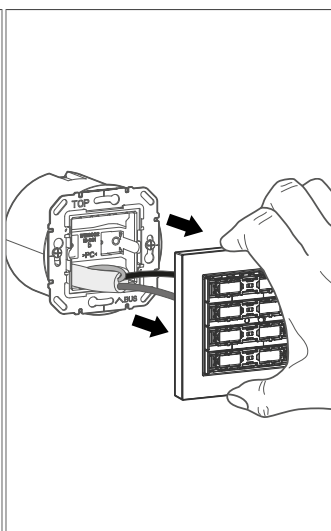

Fig. 21: Rimozione del dispositivo dall'anello di supporto
- 3 Rimuovere il modulo pulsante dall'anello di supporto. Tenere saldamente il telaio di design (guardare Fig. 21).